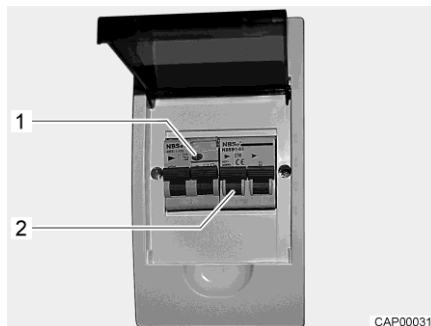

Fig. 86 Caja de fusibles de 230 V con interruptor de protección de línea e interruptor FI
Un interruptor de corriente de defecto (interruptor FI) en la caja de fusibles asegura el vehículo completo contra corriente de defecto (0,03 A). Un interruptor de protección de línea conectado en serie (10 A) (Fig. 86,2) asegura la red de a bordo de 230 V.
- Si el vehículo está conectado a la alimentación de 230 V, pulsar la tecla de prueba (Fig. 86,1). Se debe activar el interruptor de corriente de defecto.